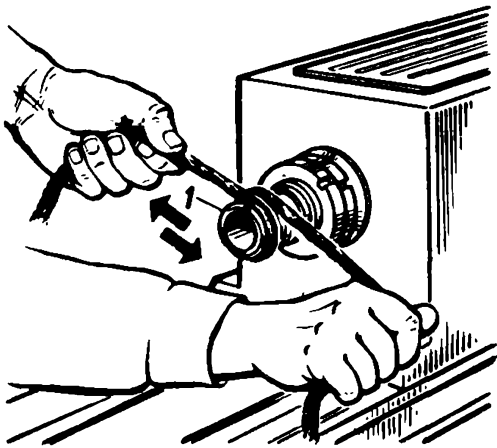

Рис. 5
3.1. Протереть резьбу на шпинделе. Взять в обе руки длинный и тонкий жгут из обтирочного материала, слегка смоченного в керосине, и обернуть им резьбу шпинделя 1 (рис. 5). Протереть и слегка смазать резьбу шпинделя жгутом, перемещая его, как показано на рис. 5.